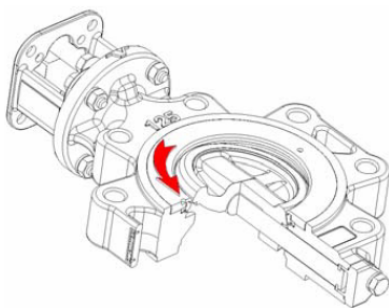

Fig 21
12.2.5 Åben klappen 90° så sædering løsnes ( Fig 21- 22).